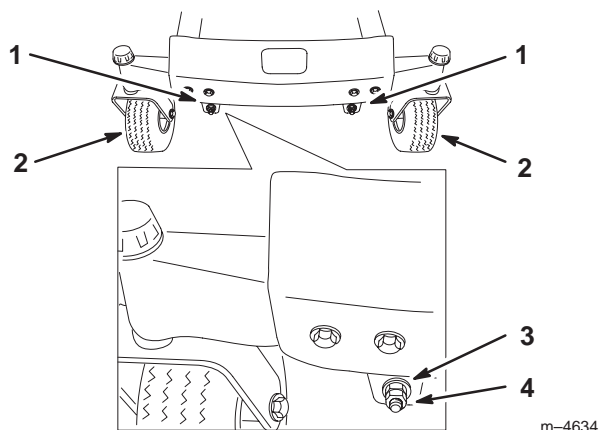
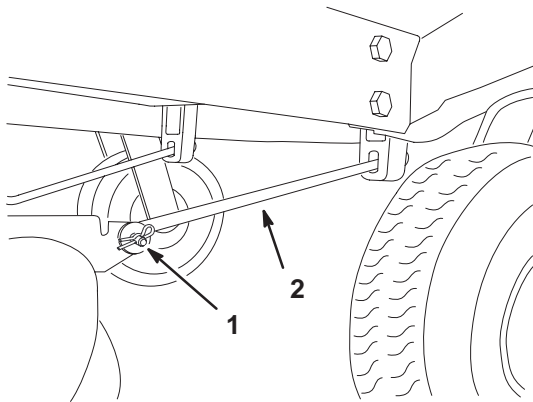

Figure 43
Figure 45
10. Pour régler l'inclinaison avant/arrière des lames, retirez les contre-écrous et tournez les écrous de réglage à l'avant du plateau de coupe (Fig. 43).
12. Après avoir réglé uniformément les deux écrous de réglage, contrôlez de nouveau l'inclinaison avant/arrière. Poursuivez le réglage des écrous jusqu'à ce que la pointe avant de lame soit de 1,6 à 7,9 mm (1/16–5/16 pouce) plus basse que la pointe arrière (Fig. 43).
Remarque : Après avoir réglé les écrous de réglage, vérifiez qu'aucune des tige de support ne présente de **jeu** (Fig. 45). Serrez l'une ou l'autre pour supprimer le jeu (Fig. 43).
4. Retirez la goupille fendue et l'axe de chape de la tige de support avant de chaque côté du plateau de coupe (Fig. 45).
7. Fixez les tiges de support avant à la machine à l'aide des axes de chape et des goupilles fendues (Fig. 45).